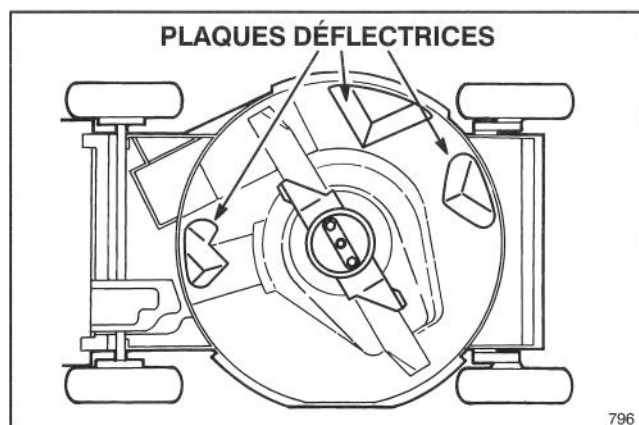

Figure 31
Pour assurer une performance optimale, garder le dessous du carter propre. Veiller particulièrement à ce que les déflecteurs soient exempts de débris (Fig. 31).
3. Basculer la tondeuse sur son côté gauche (Fig. 31).